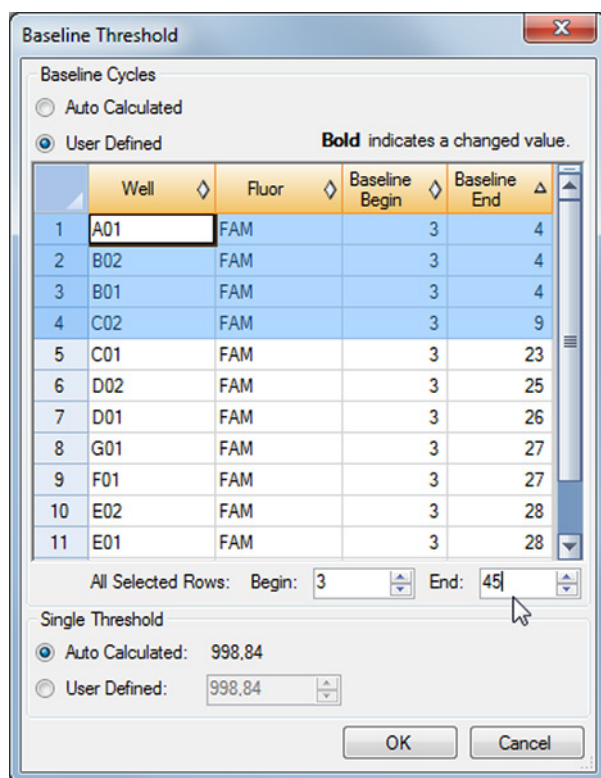

Figura 5: Cuadro de diálogo Baseline Threshold (umbral de línea de base)
3. En la barra de menú de la ventana Data Analysis (análisis de datos), haga clic en **Settings** → **Baseline Threshold...** (ajustes → umbral de línea de base...) para abrir el cuadro de diálogo Baseline Threshold (umbral de línea de base) (consulte la figura 5).
5. Seleccione todas las líneas que muestren un valor de **Baseline End** (final de línea de base) de 1 a 9 (consulte la figura 5).
- Establezca el valor en el campo **End:** (final:) en 45 para las líneas seleccionadas (consulte la figura 5).
- Repita los pasos del 3 al 7 para el canal de detección VIC™ (IC).